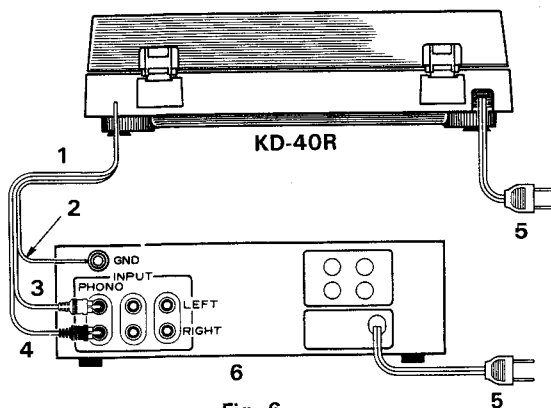

Fig. 6
4. Couper l'alimentation de votre amplificateur ou de votre ampli-tuner. (Fig. 6)
4. Verstärker oder Receiver abschalten. Danach die Audiokabel und das Netzstromkabel anschließen. (Fig. 6)
4. Schakel de netspanning van uw receiver of versterker uit. Verbind de audio kabels en vervolgens het netsnoer. (Fig. 6)
4. Stäng av strömmen till förstärkare/mottagare (receiver). Anslut signalkablarna och därefter nätkabeln. (Fig. 6)